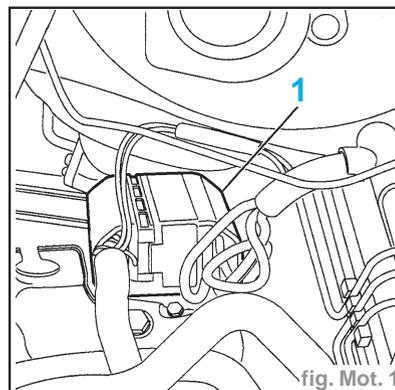

fig. Mot. 1
- Débrancher le connecteur (1) (fig. Mot. 1).